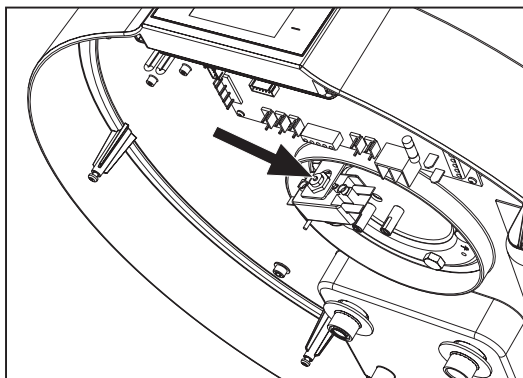

fig. 44 - Restabelecimento do termostato de segurança
- Restabeleça manualmente o termóstato de segurança disparado (fig. 44). Em caso de intervenção, o perno central do termóstato sobressai em cerca de 2 mm.